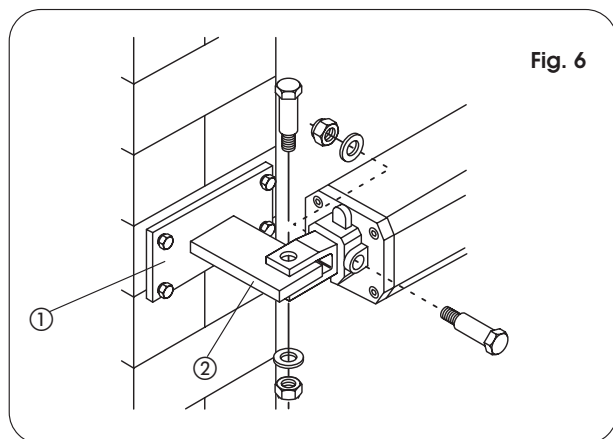

Fig. 6
- In het geval van ijzeren pilasters moet de achterste bevestiging (ref. ②, Fig. 6) nauwkeurig rechtstreeks op de pilaster worden gelast.
- B) bevestig de plaat van de achterste bevestiging (ref. ①, Fig. 6) aan de pilaster met schroeven en pluggen, en las daarna de achterste bevestiging zorgvuldig op de plaat, zoals op Fig. 6.
- 2) Zet de aandrijving met behulp van de bijgeleverde schroeven vast aan de achterste bevestiging (Fig. 6).